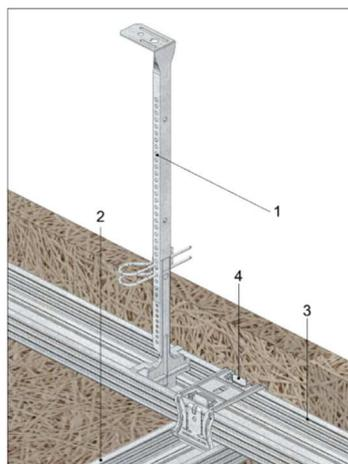

Fig.2
- Des suspentes réglables CD 60 (têtes et pieds de suspente). **(Fig.2)**